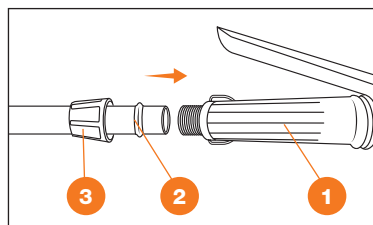

Рис. 10
4. Присоедините рукоятку управления **1** к шлангу опрыскивателя **2** и зафиксируйте гайкой **3** (Рис. 10).